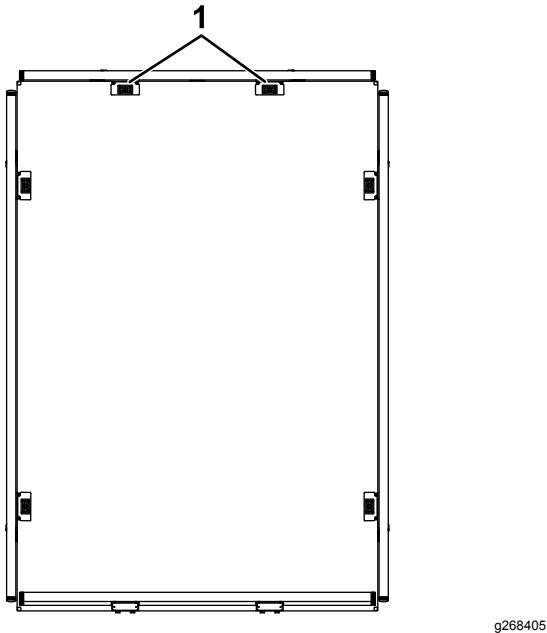
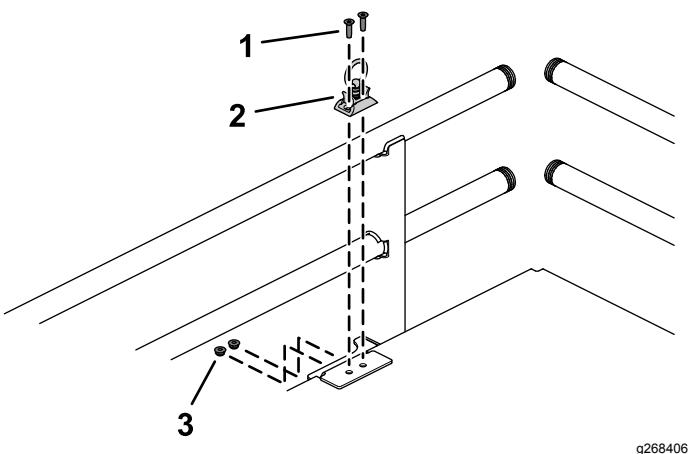

Рисунок 7
Рисунок 8
1. Прикрепите кронштейн в местах, показанных на Рисунок 7, с помощью двух винтов (Рисунок 8).